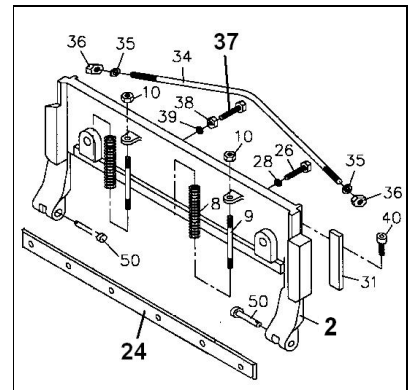

Fig 4
Schieben Sie die 2 Rundstangen (58) durch die Führungsstücke (61, 67) und montieren Sie sie auf der Rückseite des Schneidbalkens (2, Fig 4).